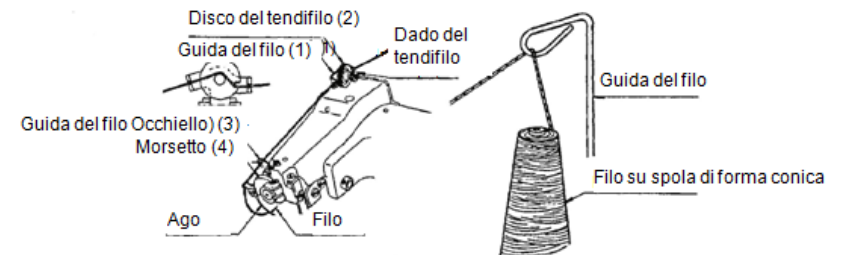

Fig. 9
Quando si utilizza il tendifilo è necessario in primo luogo passare il filo attraverso l'orecchio posteriore della guida del filo (1). Poi, guidare il filo tra i due dischi di tensione (2), come mostrato nella fig. 9. Passare il filo verso dietro attraverso l'orecchio della guida del filo. Condurre il filo verso la parte anteriore della macchina, passandolo da sopra fino alla guida del filo (3) e all'occhiello del morsetto (4).